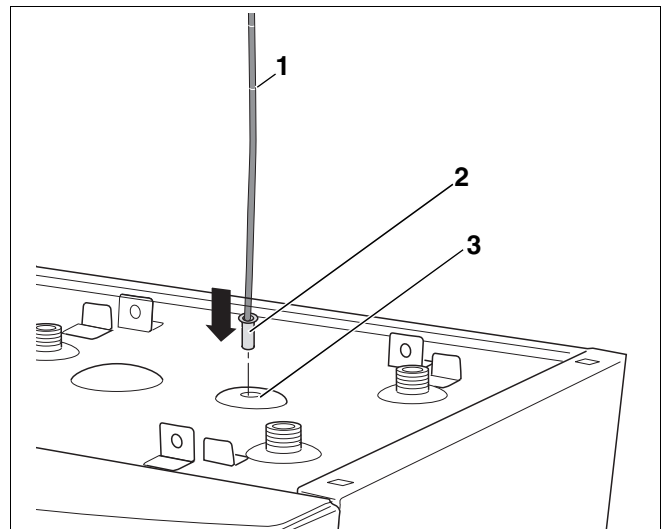

Abb. 10 Temperaturfühler montieren
- Temperaturfühler (Abb. 10, **Pos. 2**) in die Tauchhülse (Abb. 10, **Pos. 3**) bis zum Anschlag ganz nach unten einführen.
Der Temperaturfühler muss so tief in die Tauchhülse eingeführt werden, dass die Markierung „S135“ (Abb. 10, **Pos. 1**) mit der Oberkante der Tauchhülse abschließt.